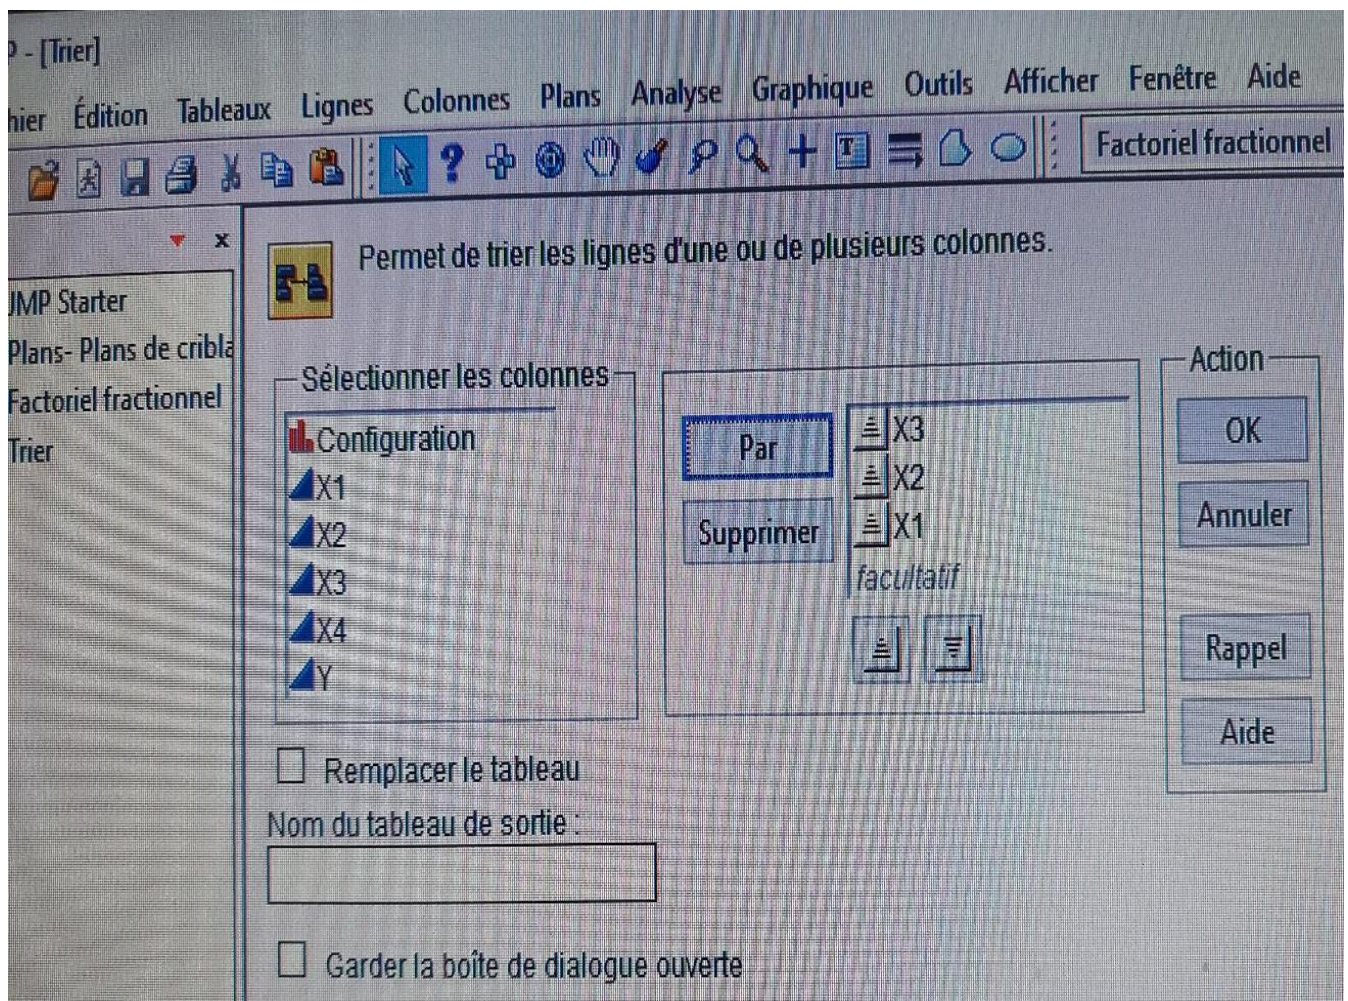

Figure 3 : Fenêtre permettant de réorganiser les colonnes dans un ordre précis.
- Sélectionner trier dans le menu déroulant. Vous obtenez une fenêtre (Figure 3) permettant de réorganiser les essais.